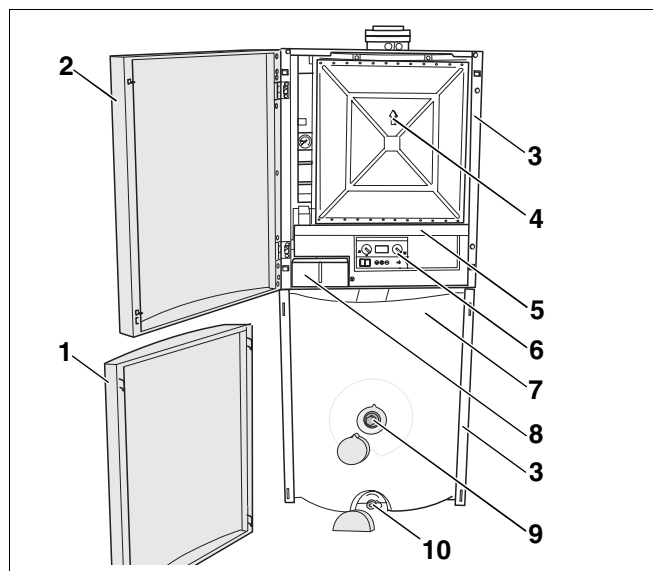
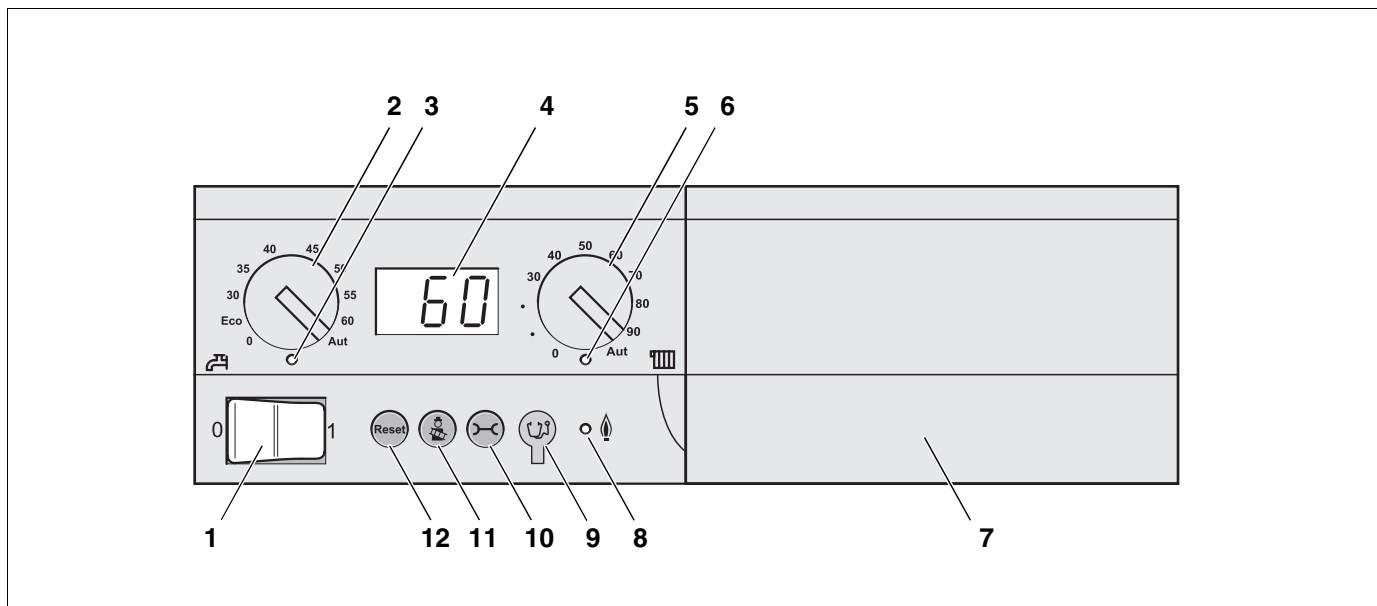

Abb. 1 Logamax plus GB132 T - Hauptbestandteile
Abb. 2 Basiscontroller Logamatic BC10 - Bedienelemente
Der Logamax plus GB 132 T (Abb. 1) wird mit werkseitig integriertem Warmwasserspeicher Logalux S135/S160 und vollständig montiertem und verkabeltem Basiscontroller Logamatic BC10 (Abb. 2, Seite 7) ausgeliefert.
Die Hauptbestandteile des Logamax plus GB132 T (Abb. 1) sind:
- Abdeckung Unterdruckkammer (Abb. 1, **Pos. 4**) mit darunter angebrachtem Stabflächenbrenner und Wärmetauscher (Einheit geschlossen). Der Wärmetauscher überträgt die vom Stabflächenbrenner erzeugte Wärme an das Heizungswasser.
- Bedienkonsole (Abb. 1, **Pos. 5**) zur Aufnahme des Basiscontrollers Logamatic BC10 (Abb. 1, **Pos. 6**) und einer Bedieneinheit RC\* (z. B. RC30\*).
- Kessel-/Speicherverkleidung (Abb. 1, **Pos. 3**), Kesseltür (Abb. 1, **Pos. 2**) und Speichervorderwand (Abb. 1, **Pos. 1**). Die Kessel-/Speicherverkleidung und die Kesseltür verhindern den Energieverlust. Die Kesseltür dient darüber hinaus als Schallschutz.
- Warmwasserspeicher (Abb. 1, **Pos. 7**) mit Wärmeschutz aus FCKW-freiem Polyurethan-Hartschaum. Der Warmwasserspeicher ist mit einem Wärmetauscher ausgestattet. Der Wärmetauscher überträgt die Energie aus dem Heizungswasser an das Trinkwasser. Der Speicherinhalt wird gleichmäßig erwärmt.
– Basiscontroller Logamatic BC10 (Abb. 2).
Einen Überblick über die Bedienelemente des Basiscontrollers Logamatic BC10 können Sie sich anhand der Abb. 2 verschaffen. Nähere Informationen zur Bedienung des Basiscontrollers Logamatic BC10 finden Sie in Kapitel 3 „Basiscontroller Logamatic BC10 bedienen“, Seite 8.